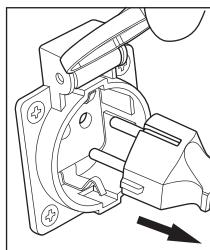

рис. 5
- Отсоедините все электрические нагрузки, отключите подачу напряжения на панели штепсельных розеток. Переведите основной прерыватель цепи переменного тока и прерыватель цепи трехфазного тока в положение «ВЫКЛ» (рис. 5).